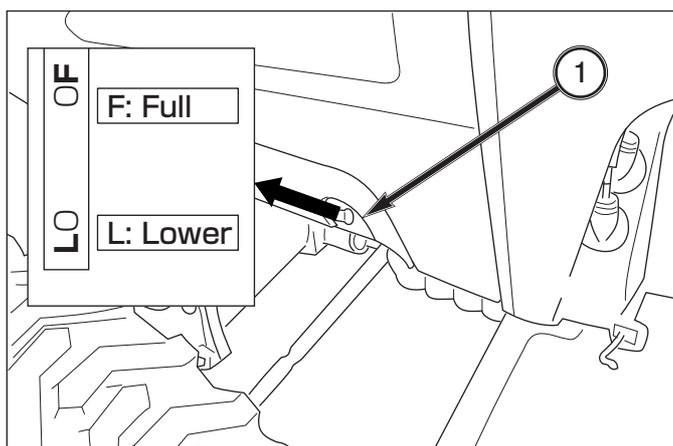

FIG. 6-5
**FIG. 6-5:** Pour contrôler le niveau d'huile moteur – le tracteur doit être garé sur un sol plat, moteur à l'arrêt. Sortez la jauge, 1, et vérifiez que le niveau d'huile se situe entre le repère supérieur F et inférieur L de la jauge. Essuyez la jauge, réinstallez momentanément et contrôlez à nouveau le niveau d'huile.